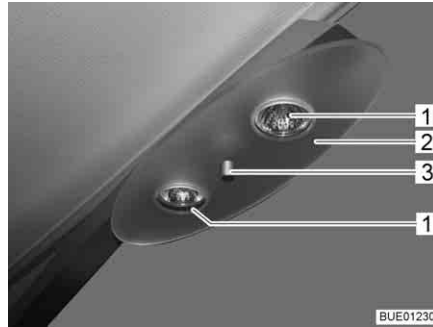

Fig. 240 Plafonnier halogène
- Dévisser l'écrou de fixation (Fig. 240,3) et retirer le plateau de couverture (Fig. 240,2).
- Retirer l'ampoule halogène (Fig. 240,1).